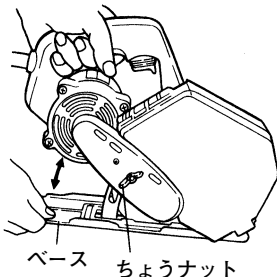

図 7
(2) 切込み深さの調整(図7)
- (1) 切込み深さを最大にします。(図7参照)